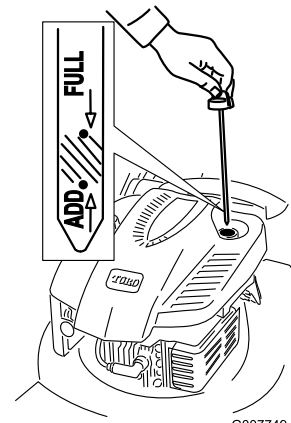

Bild 8
2. Füllen Sie das Öl **langsam** in den Einfüllstutzen ein, um den Ölstand auf die Marke **Voll** am Peilstab anzuheben. Bild 8 **Füllen Sie nicht zu viel ein.** (Max. Füllstand: 0,59 l, Typ: Waschaktives SAE 30-Öl mit der Klassifizierung SF, SG, SH, SJ, SL oder höher durch das American Petroleum Institute (API).
1. Ziehen Sie den Peilstab heraus (Bild 8).
1. Nehmen Sie den Peilstab heraus und wischen Sie ihn ab. Stecken Sie ihn dann ganz ein (Bild 8).
2. Nehmen Sie den Peilstab heraus und prüfen Sie den Ölstand (Bild 8). Wenn der Ölstand unter der **Nachfüll**-Marke ist, gießen Sie **langsam** Öl in den Einfüllstutzen, um den Ölstand auf die **Voll**-Marke am Peilstab anzuheben. **Füllen Sie nicht zu viel ein.** (Max. Füllstand: 0,59 l, Typ: Waschaktives SAE 30-Öl mit der Klassifizierung SF, SG, SH, SJ, SL oder höher durch das American Petroleum Institute (API).